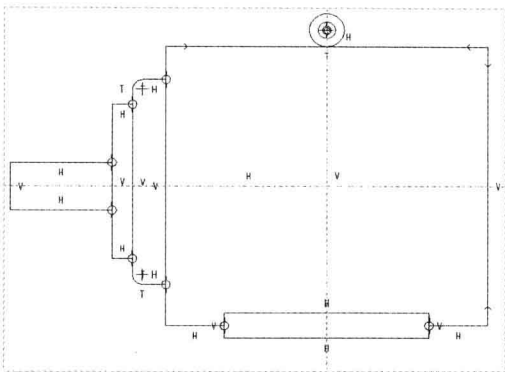

图 13-32 圆角处理
Step 14 单击“草绘”面板中的“圆形修剪”按钮 \cap ，在绘图区选择合适的边，进行圆角处理，如图 13-32 所示。